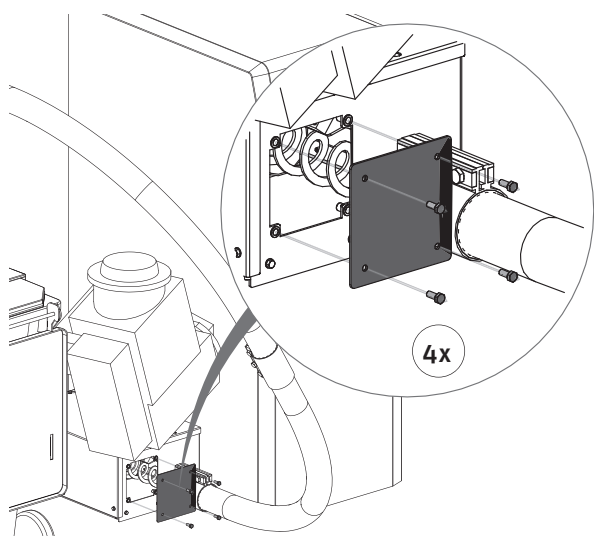
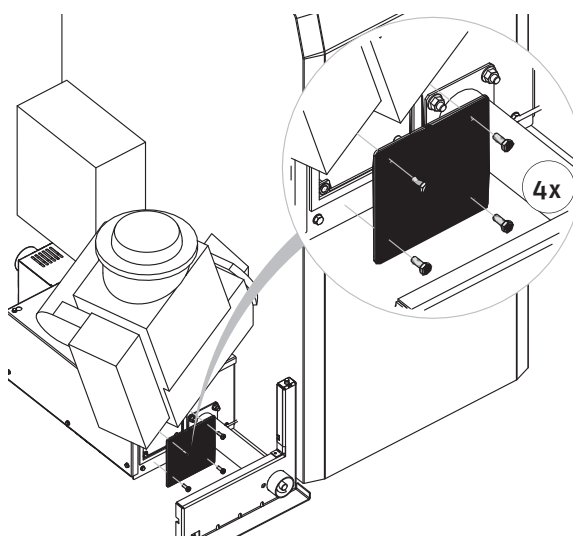

Fig. 76 Rimuovere il coperchio e aspirare il vano cenere
Fig. 77 Rimuovere il coperchio e aspirare il vano cenere
- ▶ Svitare il coperchio del contenitore di raccolta (4 viti) e rimuovere il coperchio– Fig. 76, Fig. 77.